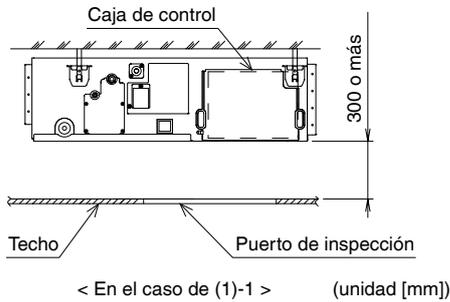
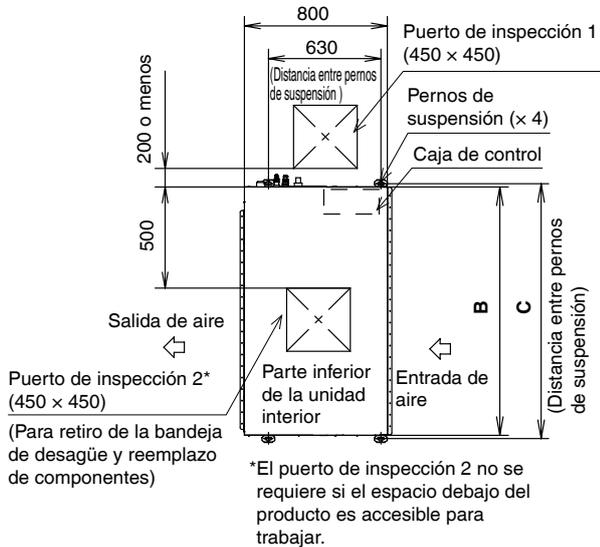

Fig. 3
Fig. 3-1
- 1) Puertos de inspección 1 y 2 (450 × 450) (Fig. 3-1) y un espacio mínimo de 300 mm en la parte inferior del producto (Fig. 3).